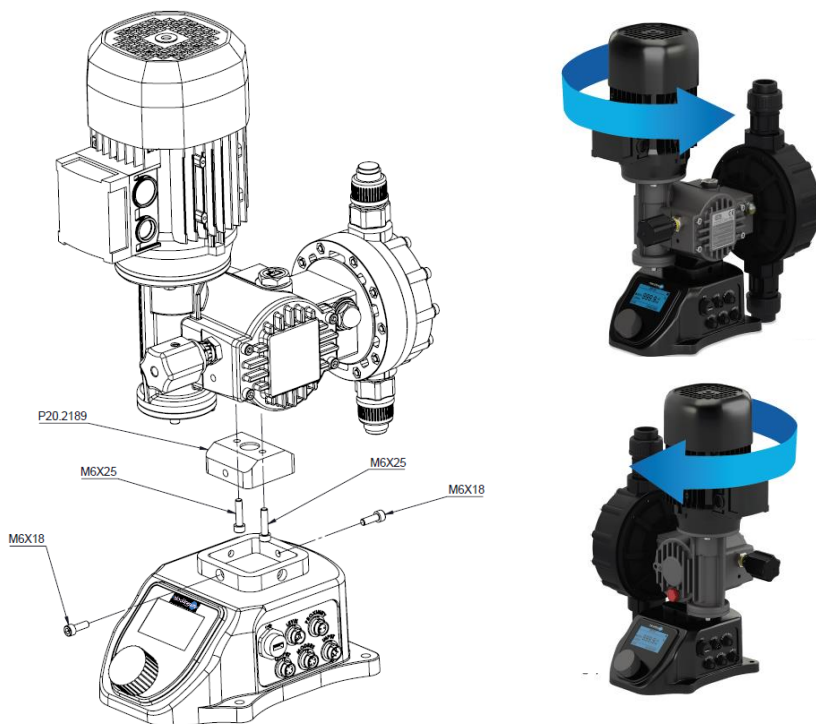

Рисунок 1 Монтаж комплекта KIT
Насосы Black Line 2.0 M и R можно устанавливать на KIT-PRO, как показано на Рисунок 1.
4. Монтируйте соединение P20.2189 (Рисунок 1) с помощью винтов М6х25.
5. Монтируйте КИТ PRO на соединение (Рисунок 1) с помощью винтов М6х18.